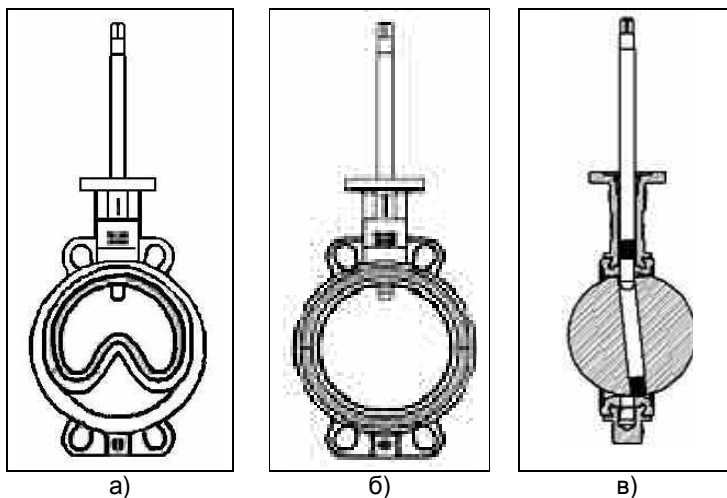

Рис. 19. Сборка поворотного затвора
- Используя резиновый молоток, установить легкими ударами седловое уплотнение, предварительно придав ему форму перевернутого сердца (см. рис.19 а)